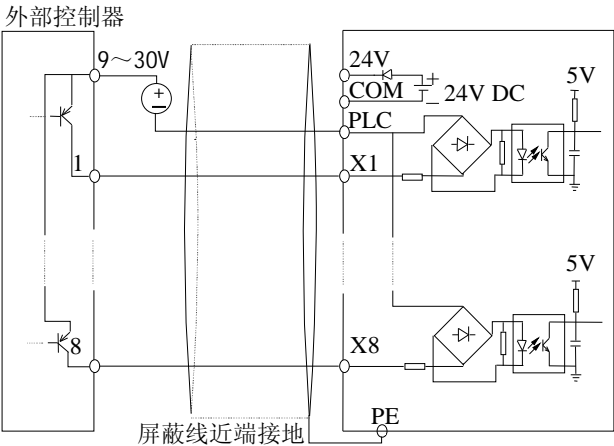

图 2-25 使用外部电源的漏极连接方式（31R5PB～35R5PB仅有X1～X5）
4) 使用外部电源的漏极连接方式（注意31R5PB～35R5PB机型去除内部PLC与24V短接跳线JP1，37R5PB～3400P机型去除PLC与24V端子间的连接线），如图2-25所示。